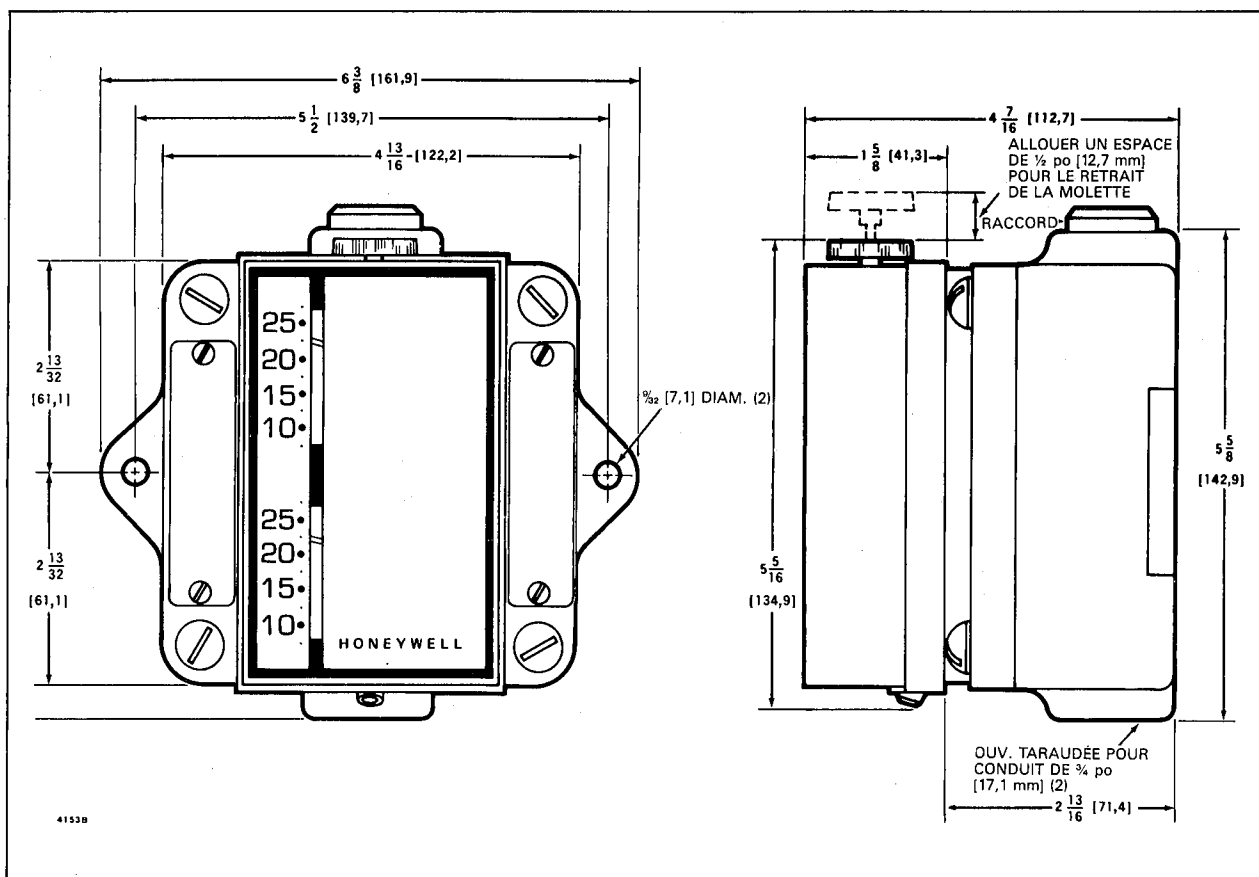

FIG. 1 — DIMENSIONS DE MONTAGE DU T6051B EN POUCES [mm].
DIMENSIONS EN POUCES [mm] : tous les modèles, sauf le T6051B : 5 po [127] de haut, 3⁷/₈ po [79,4] de large, 1¹/₈ po [41,3] de prof. Les contacts et les bornes de raccordement dépassent de ¹/₈ po [22,2 mm] la boîte de sortie. T6051B : voir fig. 1.
2. Après avoir choisi un emplacement, installer le boîtier antidéflagrant sur le mur (figures 1 et 4).